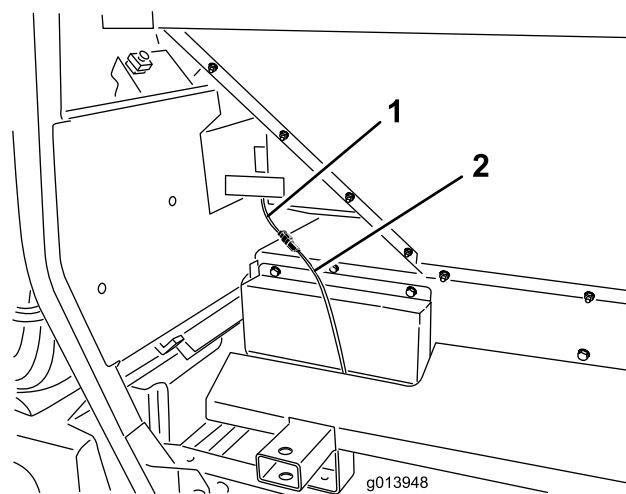
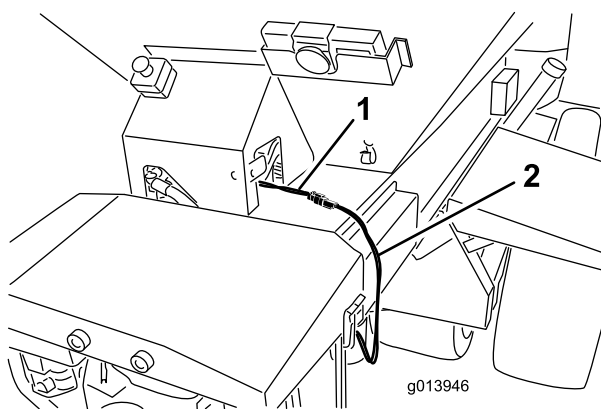

Bild 19
Bild 18
45. Stecken Sie den Zwischen-Kabelbaum in den Stromkabelbaumanschluss am ProPass (Bild 18 oder Bild 19).